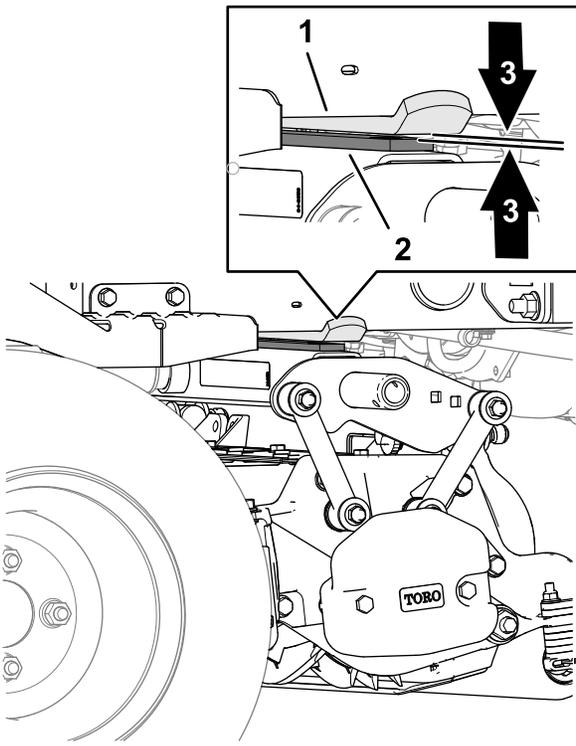

图 27
4. 在后滚刀组处测量后滚刀组耐磨棒顶部的耐磨带与缓冲带之间的间隙图 27。